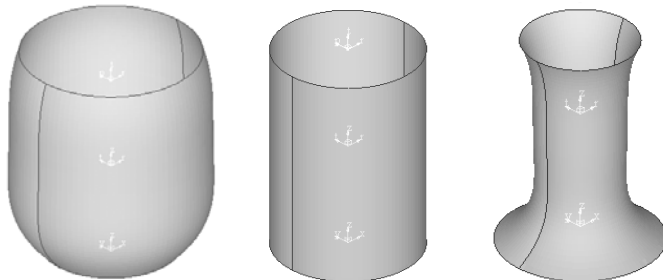

图 13-20 模态动画中不同阶段
(8) 单击“动画” () 按钮，运行模型动画，效果如图 13-20 所示。